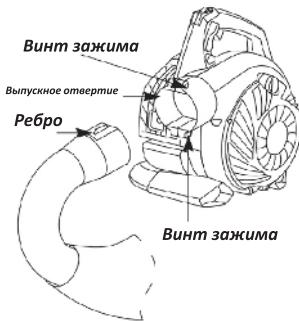

Рис. 5
- Вставьте изогнутую трубу в выходное отверстие воздуходува. Убедитесь что ребро изогнутой трубы попадает в прорезь зажима. (Рис. 5).